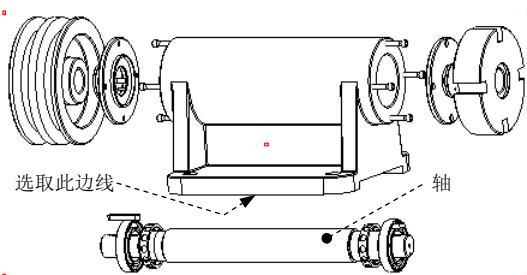

图 3.9.31 移动轴
(2) 在模型树中单击选取零件  **SHAFT BEARING.ASM** (轴), 将零件拖到图 3.9.31 所示的位置, 此时系统弹出“选取移动”菜单。
(3) 定义运动参照。在“分解位置”对话框 **运动参考** 区域的下拉列表中选择 **图元/边** 选项, 然后在图形区中选取图 3.9.31 所示的边线为运动参照, 单击中键。